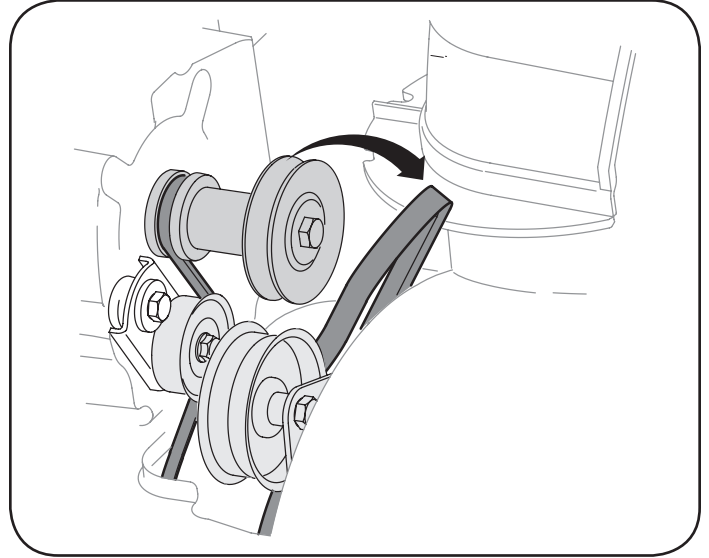

Figura 28
4. Saque la correa de la barrena de la polea del motor. Vea la Figura 28.